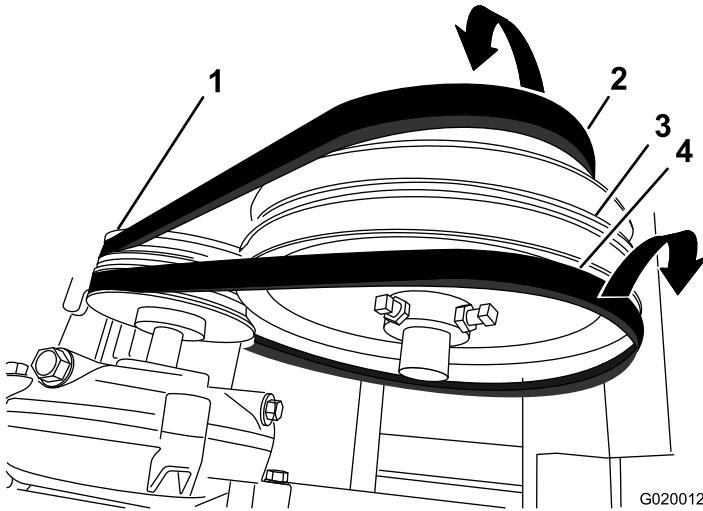

Figure 58
4. Poussez la courroie avant vers l'avant et déchaussez-la de la poulie de tension (Figure 58).
5. Poussez la courroie arrière vers l'arrière et déchaussez-la de la poulie de tension (Figure 58).